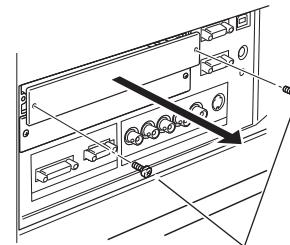

図 1
- 1 交換する接続端子のネジ 2 本をはずします。(図 1)
- 2 接続端子をプロジェクター本体から引き出します。(図 1)